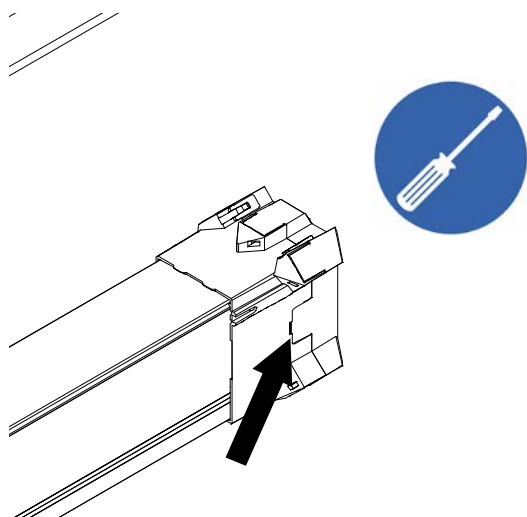

Abb. 131: Große Klips lösen
- Breite Klips an der Seite (2x) mit Schlitzschraubendreher lösen (siehe Abb. 131).